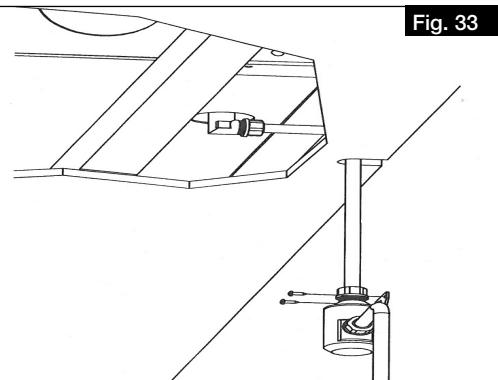

Fig. 33
**La position de la pièce de fixation doit être choisie de manière à garantir une pente suffisante vers l'évacuation des condensats de l'appareil (voir Fig. 33) !**
- > Le tube des condensats sortant du siphon à boule doit respecter une pente (vers un point bas et non pas vers un point haut) avant de déverser l'eau dans un siphon ouvert de type entonnoir. Il ne doit pas être relié via un système fermé (voir Fig. 33).